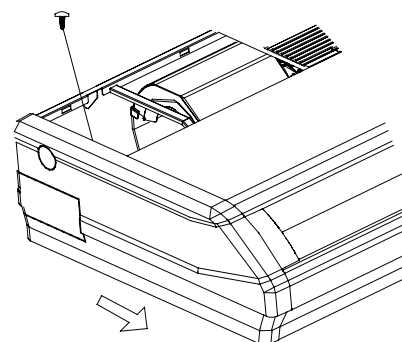

Fig.8.3
- Quite los tornillos de fijación del panel lateral y retírelo como indica la dirección de la flecha. (Fig.8.3)